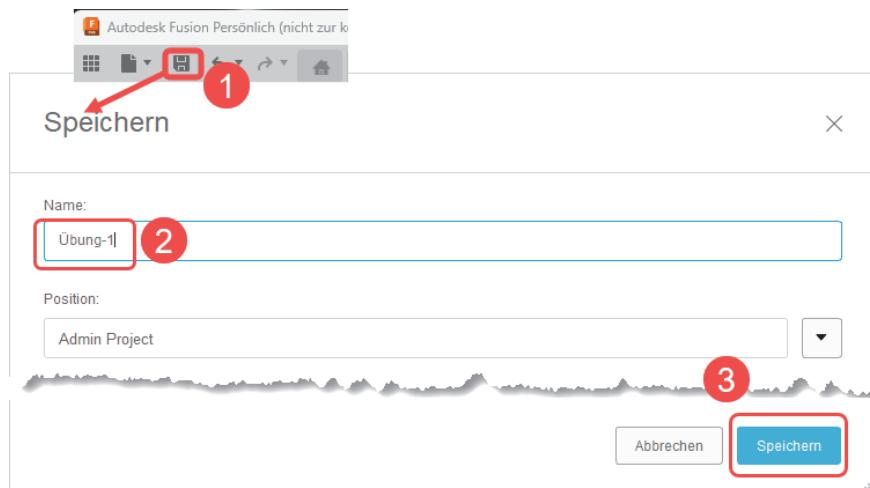

Abb. 1.16: Speichern der Konstruktion
Die Konstruktion können Sie nun speichern ① (Abbildung 1.16) und dabei einen Namen vergeben ②. Mit SPEICHERN ③ wird sie standardmäßig nicht auf Ihrem Computer abgelegt, sondern in der Cloud von Autodesk unter Ihrer Benutzerkennung. Zum Speichern auf Ihrem Computer müssten Sie SPEICHERN|EXPORTIEREN wählen.